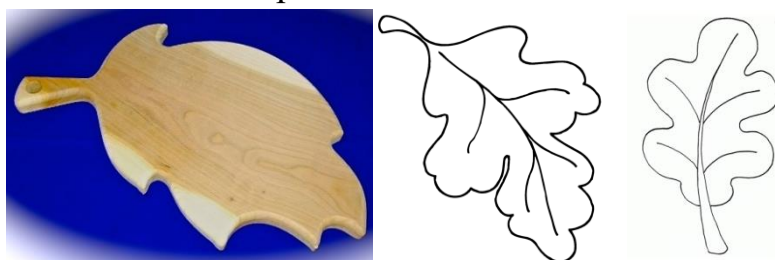

Рис. 1. Образец разделочной доски и рисунки дубовых листков
1. С помощью образцов (рис. 1) *разработать эскиз* и изготовить разделочную доску в виде дубового листка. Эскиз оформлять в соответствии с ГОСТ 2.104-2006. Наличие рамки и основной надписи (углового штампа) на чертеже формата А4 обязательно. Основная надпись заполняется информацией, представленной в технических условиях данной практики.